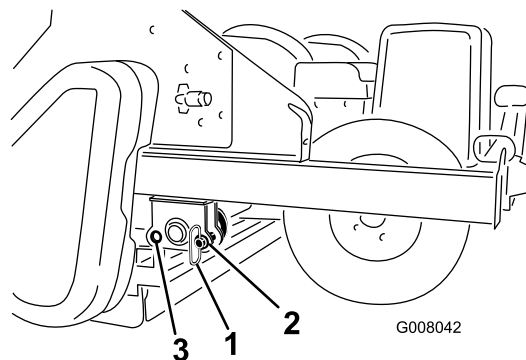

Figura 23
1. Togliete i perni di rimessaggio dalla posizione del foro posteriore (Figura 23).
2. Abbassate lentamente il processore finché non appoggia sul rullo posteriore e sui pneumatici. Installate i perni di rimessaggio nella posizione del foro anteriore (Figura 23).